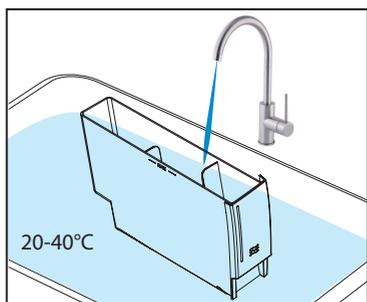

图 3
3. 用 20-40 °C 的干净水彻底冲洗水箱。（见图 3）